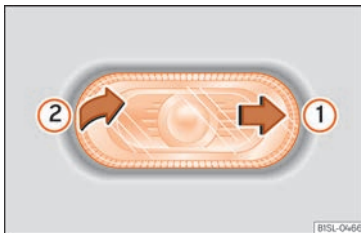
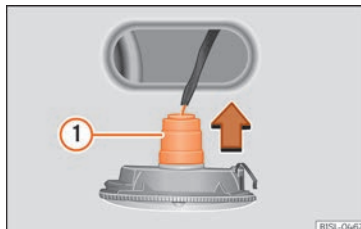

Fig. 93 Desmunteu l'intermitent lateral.
Fig. 94 Intermitent lateral: canvi de les bombetes.
- Desplaceu amb una mà l'intermitent lateral cap enrere »» **fig. 93 ①**.
- Extraieu l'intermitent lateral de la carrosseria fent palanca **②**.
- Extraieu el portabombetes amb la bombeta en la direcció de la fletxa »» **fig. 94 ①**.